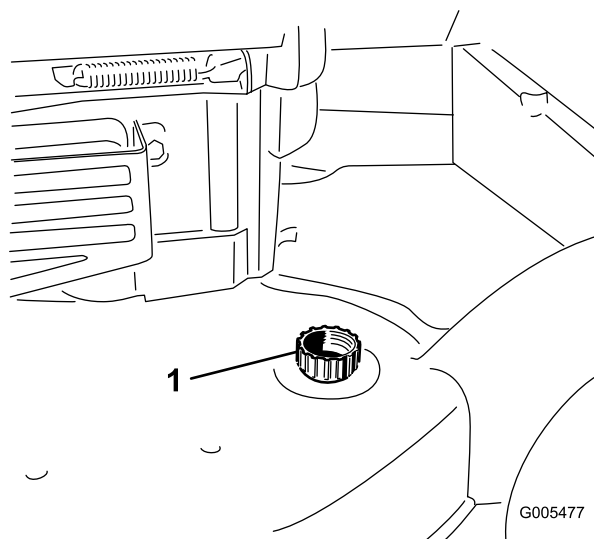

Figura 42
3. Collegate una canna da giardino al rubinetto dell'acqua ed al foro di lavaggio sulla scocca del tosaerba (Figura 42).